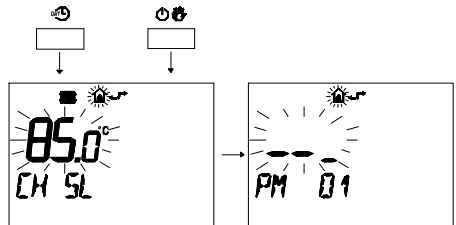

fig. 5.51
- 2 Premere contemporaneamente i pulsanti e per entrare nella programmazione trasparente (fig. 5.51)